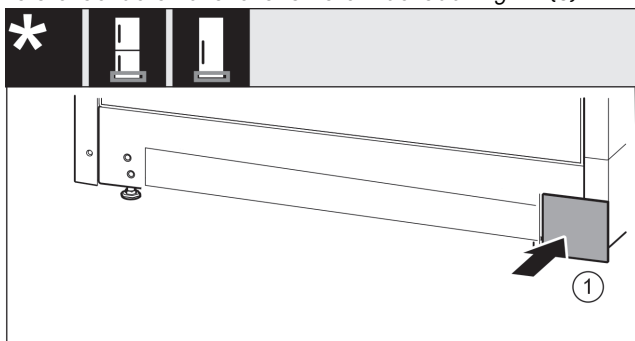

Fig. 20
- Kryt opäť nasadte na druhú stranu. Fig. 20 (1)